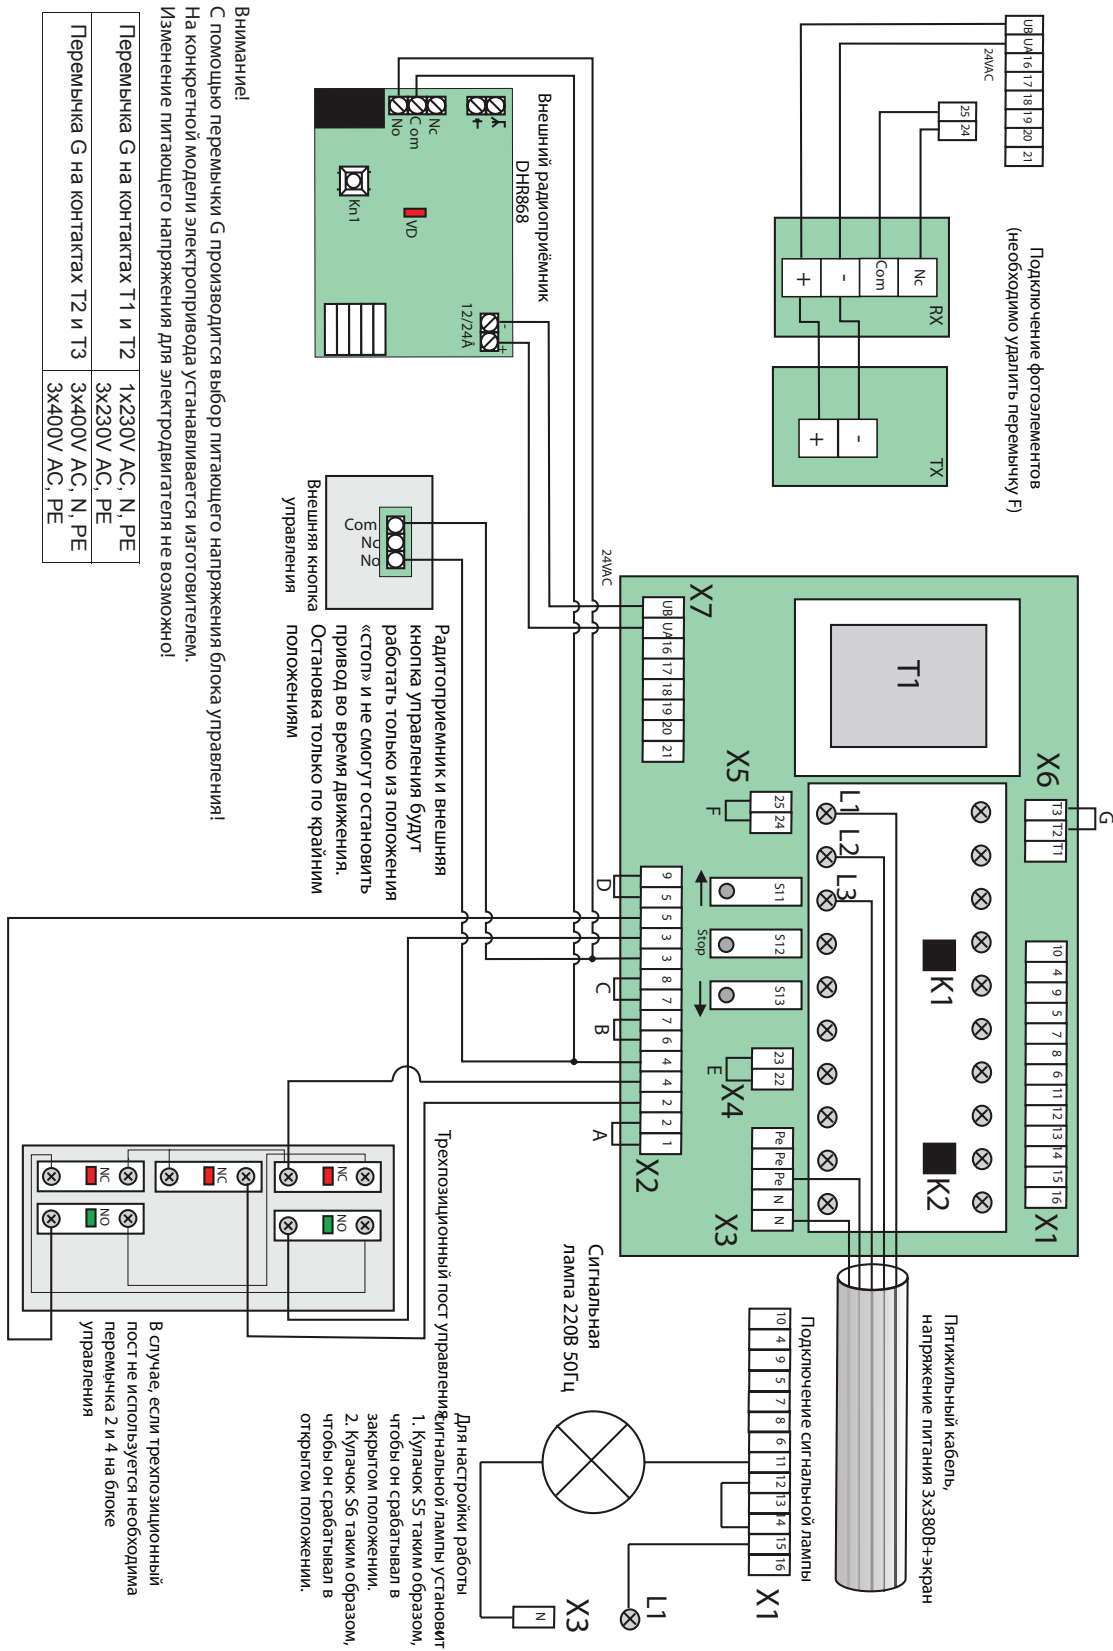

Рис.4.
3. Подключение привода должно быть выполнено по схеме на рис.4
4. В случае вращения привода с кнопок на poste управления в противоположном направлении необходимо поменять местами две любые фазы подключения питания к плате управления. (Рис.4)